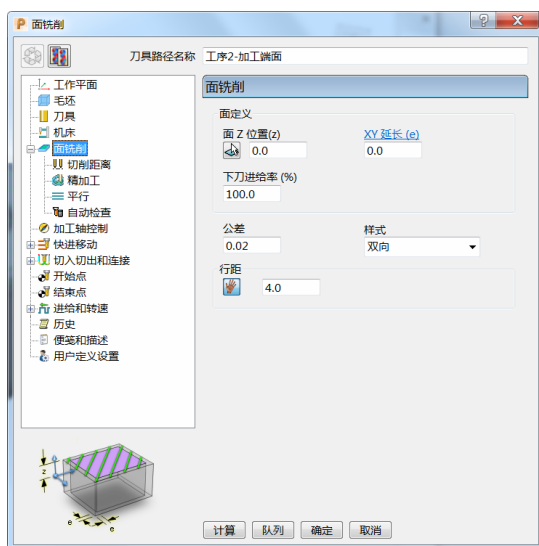

图 2-8
- 4) 面铣削：设定面 Z 位置“0.0”，XY 延长“0.0”，下刀进给率为 100%，公差“0.02”，样式“双向”，行距“4.0”。（图 2-8）